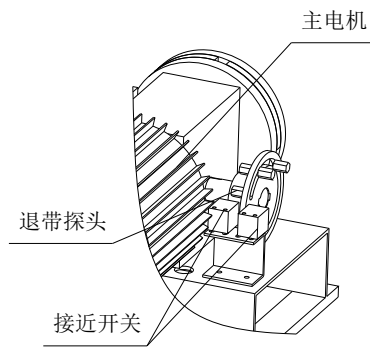

图 4-2
- ①.当两接近开关感应到如图 4-2 所示退带探头时，主电机停转，退带电机启动，机器开始退带。